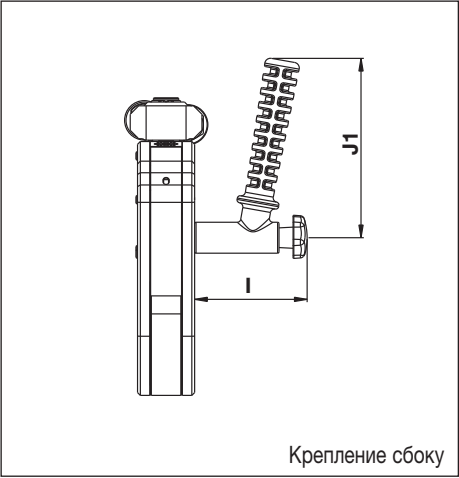

Рис. 25
6.1.3 Размеры, угловая установочная рукоятка серии SWH (рис. 25)